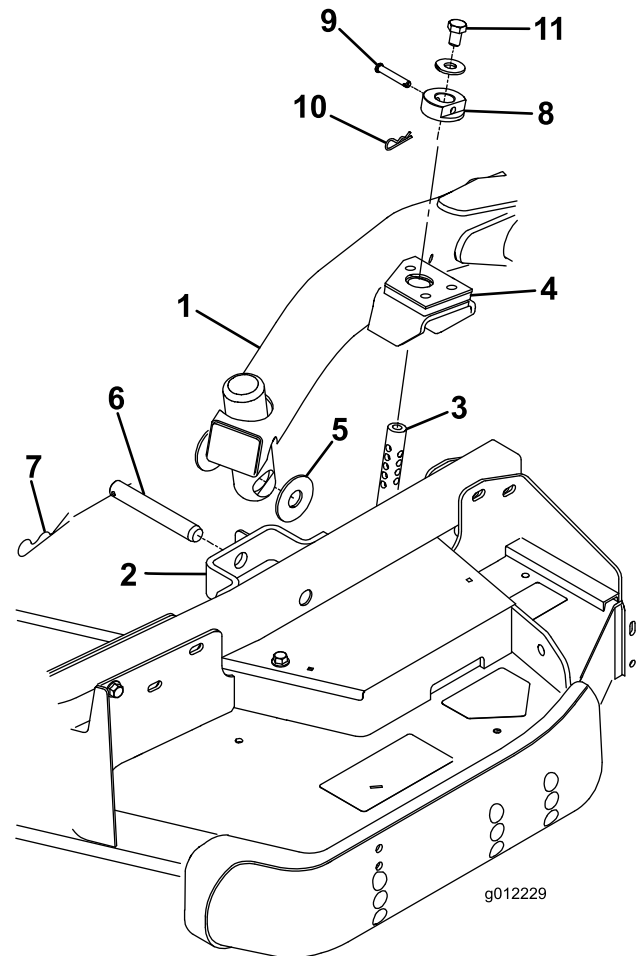

Figure 4
2. Placez le levier de relevage en position de flottement. Poussez un bras de relevage vers le bas jusqu'à ce que ses trous soient alignés sur ceux du support du bras pivotant. Il est alors possible d'introduire la tige de réglage de hauteur de coupe dans les patins du bras de levage (Figure 4).
3. Fixez le bras de relevage au bras pivotant avec 2 rondelles de butée, un axe de chape et une goupille fendue. Placez les rondelles de butée entre le bras de relevage et le support de bras pivotant (Figure 4). Insérez l'extrémité de la goupille fendue dans la fente de la patte du bras pivotant pour retenir la goupille fendue.
7. Montez les bagues de hauteur de coupe sur les tiges de réglage de hauteur de coupe et fixez-les avec les axes de chape et les goupilles fendues (Figure 4). Dirigez la tête de l'axe de chape vers l'avant du plateau si possible.
- Montez un boulon (1/2 x 3/4 po) et une rondelle au sommet de chaque tige de réglage de hauteur de coupe (Figure 4).